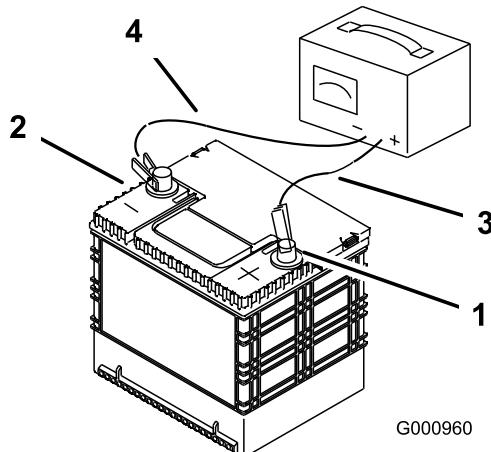

Figura 57
- Cuando la batería esté completamente cargada, desconecte el cargador de la toma de electricidad, luego desconecte los cables del cargador de los bornes de la batería (Figura 57).